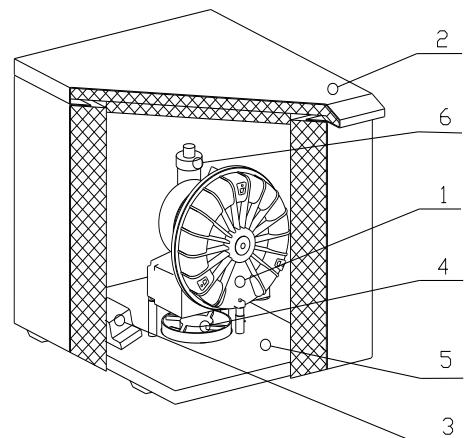

Fig.1
Le groupe d'aspirateur (1) (fig.1) crée, dans la distribution pneumatique, la sous-pression qui aspire les substances étrangères du champ de travail du médecin et les véhicules dans le séparateur dans l'unité dentaire. L'air pur à l'issue du séparateur passe par le groupe d'aspiration pour être refoulé à travers le tuyau de sortie et l'amortisseur de l'air sortant (6) dans l'espace à l'extérieur du cabinet stomatologique. Le groupe d'aspiration se met en marche par le module de commande (3) pilotant le signal amené de l'unité (tension de 24V AC/DC ou enclenchement de l'interrupteur). Le groupe est installé sur la base (5) au-dessus du ventilateur de refroidissement (4), qui constitue, à l'intérieur de l'armoire (2), la circulation forcée de l'air. L'armoire métallique sur pieds est munie d'isolation d'insonorisation qui assure le niveau sonore bas pour son environnement et, grâce au ventilateur, une circulation suffisante de l'air de refroidissement circulant à travers la fente entre l'armoire ou la base et le sol. L'air de refroidissement est ensuite refoulé à travers l'orifice dans la paroi de derrière de l'armoire.